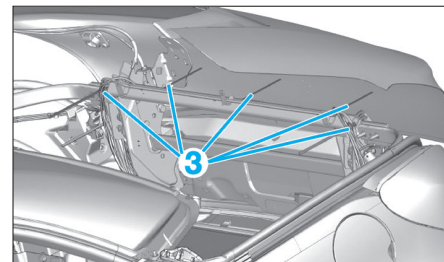

Fig. 138
- Déconnecter les connecteurs en "b" et déposer des éclairés de plaque de police (2).
- Déclipper les brides des faisceaux électriques (3) (Fig.138).